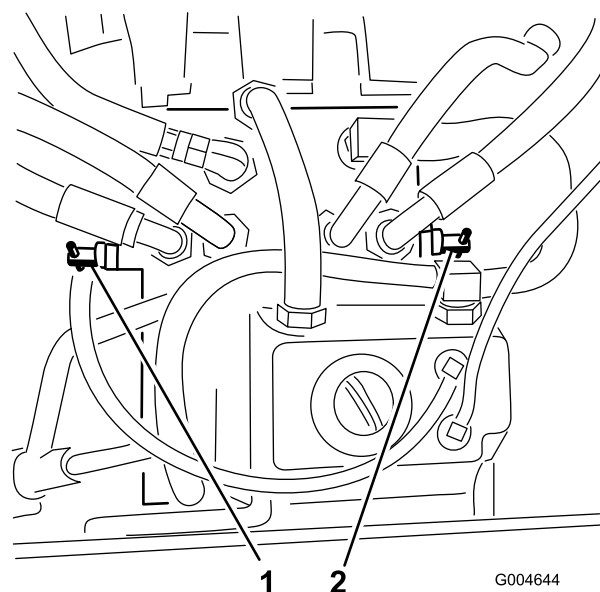

Рисунок 26
2. Найдите перепускные клапаны (Рисунок 26) и поверните каждый перепускной клапан на один оборот против часовой стрелки.
4. Закройте клапаны, повернув каждый клапан на 1 оборот по часовой стрелке (Рисунок 26).